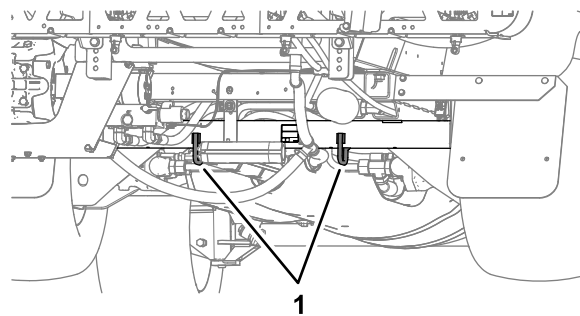
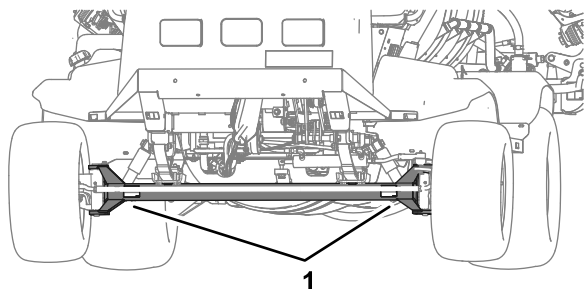

Figure 59
Figure 58
- Arrimez solidement la machine sur le véhicule de transport ; la Figure 58 et la Figure 59 montrent les points d'attache de la machine.